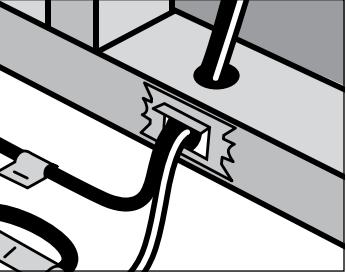

Fig. 1
- Install guard plate as shown in Figure 1.
- Installez la plaque de protection de la façon indiquée à la figure 1.